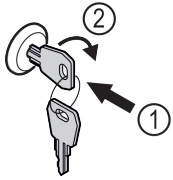

Fig. 171
- ▶ Shtyni çelësin brenda Fig. 171 (1).
- ▶ Rrotulloni çelësin me 90° në drejtimin orar Fig. 171 (2).